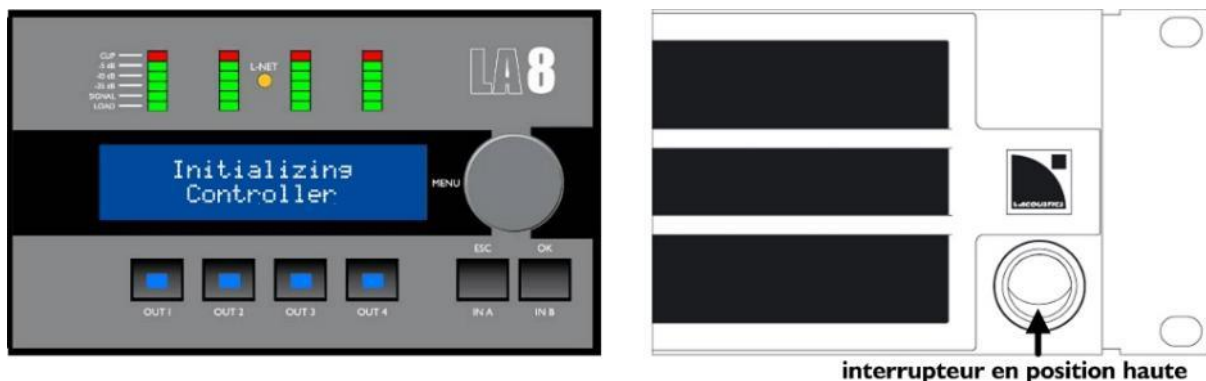

Figure 13 : Séquence de démarrage
- ▶ Pressez l'interrupteur vers le haut pour allumer le LA8 (voir la Figure 13). Une séquence de démarrage de neuf secondes commence : le message **Initializing Controller** est affiché sur l'écran LCD et toutes les LED s'allument pour être testée. Le LA8 est opérationnel dès que l'écran principal s'affiche (référez-vous à la section 5.3.2).